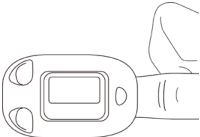

Figura 5 Coloque o dedo na posição
- O dedo deve ser colocado corretamente (veja a figura 5 em anexo), uma vez que uma montagem inapropriada ou uma posição de contacto inapropriada do sensor influenciará a medição.